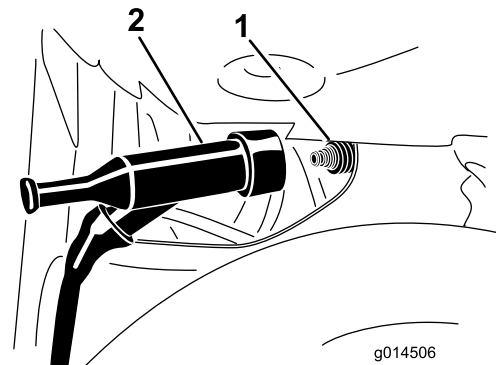

Figura 28
3. Desconecte el cable de la bujía del terminal de la bujía (Figura 28).
4. Instale el cable en el terminal de la bujía a presión (Figura 28).